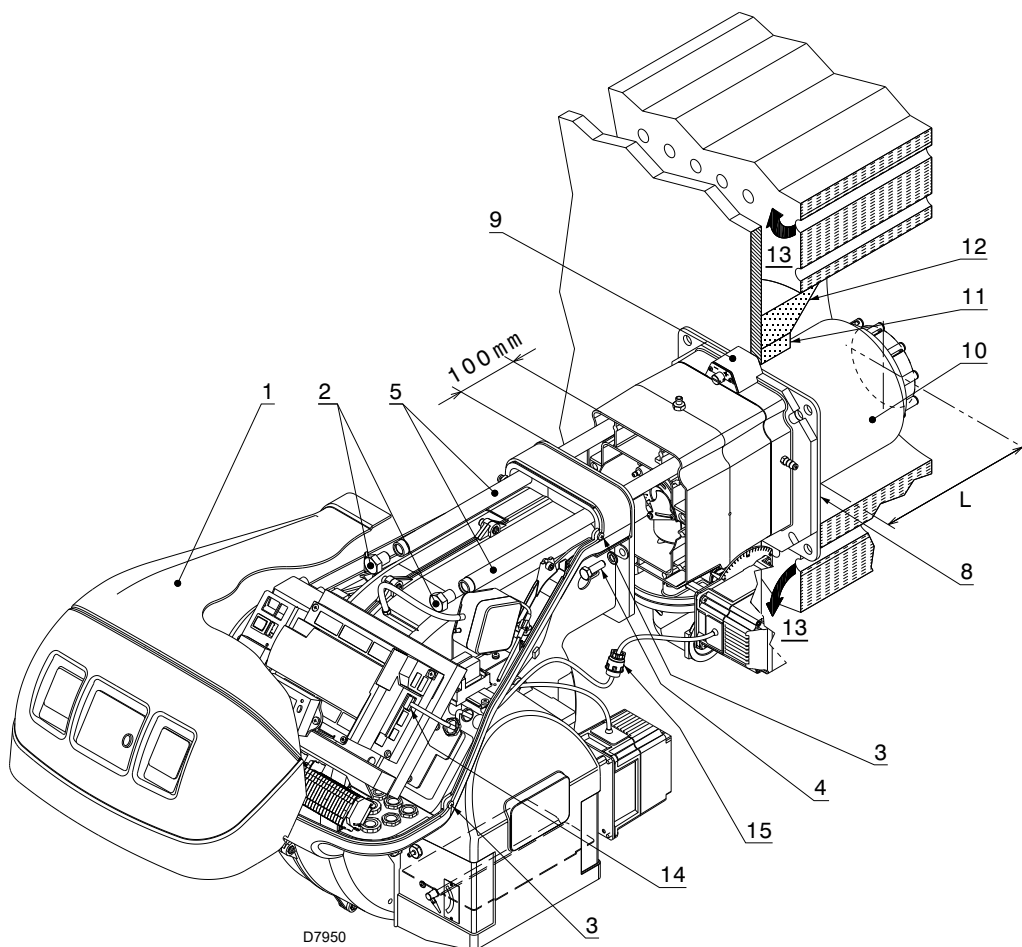

Abb. 16
Stellen Sie bei Kesseln mit vorderem Rauchumlauf 13)(Abb. 16 auf Seite 23), eine Schutzvorrichtung aus hitzebeständigem Material 11) zwischen dem als Hitzeschutz zwischen Kessel 12) und Flammrohr 10) aus.
Bei Heizkesseln mit wassergekühlter Frontseite ist die Verkleidung mit feuerfestem Material 11)-12)(Abb. 16), nicht notwendig, wenn dies nicht ausdrücklich vom Kesselhersteller gefordert wird.
Trennen Sie die Flammkopf vom übrigen Brenner, wie in Abb. 16; und wie folgt fortfahren:
- den Brenner auf den Führungen 3) etwa 100 mm von Muffe 4) - Brenner in der in Abb. 16 auf Seite 23 gezeigten Position montieren;
- den Stecker des Stellmotors 14)(Abb. 16) anschließen und die Kabeldurchführung 15) anschrauben;